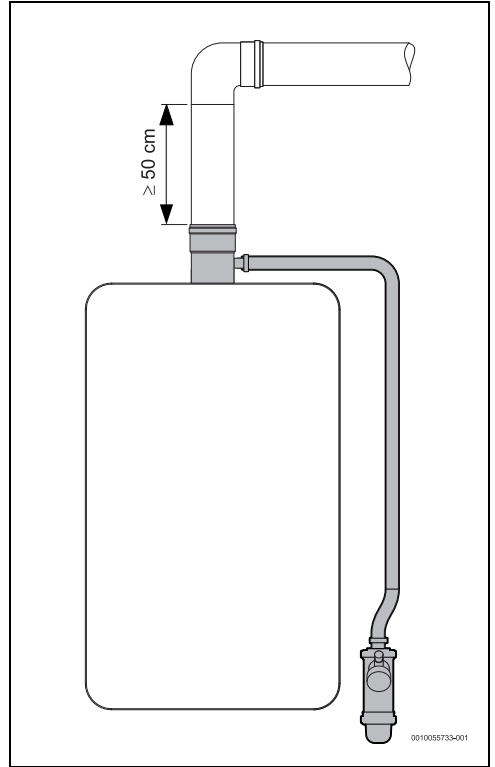

Bild 17 Kondensatsiphon (waagerechter Schacht)
- die Länge des ersten Abschnitts des Schachts ist senkrecht und größer als 50 cm (Abb. 17).